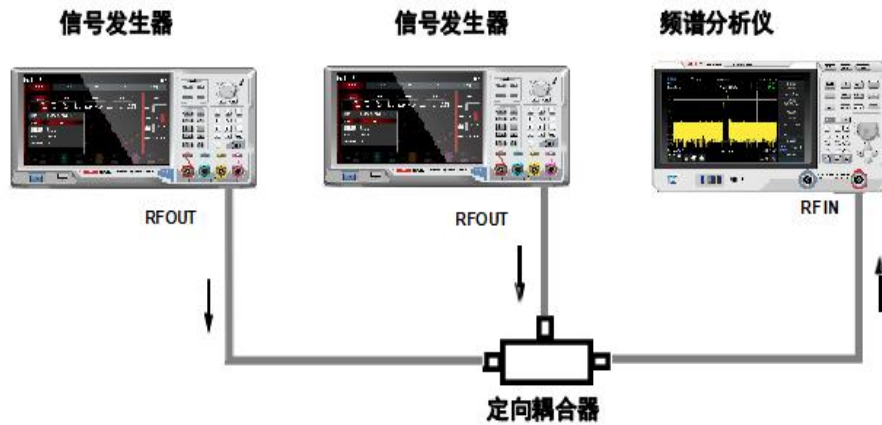

图 3-4: 获取两路信号的仪器设置
1. 如图 3-4 所示，将两个信号源通过定向耦合器连接到频谱分析仪的 RF IN 端口。
1. 如图 3-4 所示, 将两个信号源连接到频谱分析仪的输入端口。